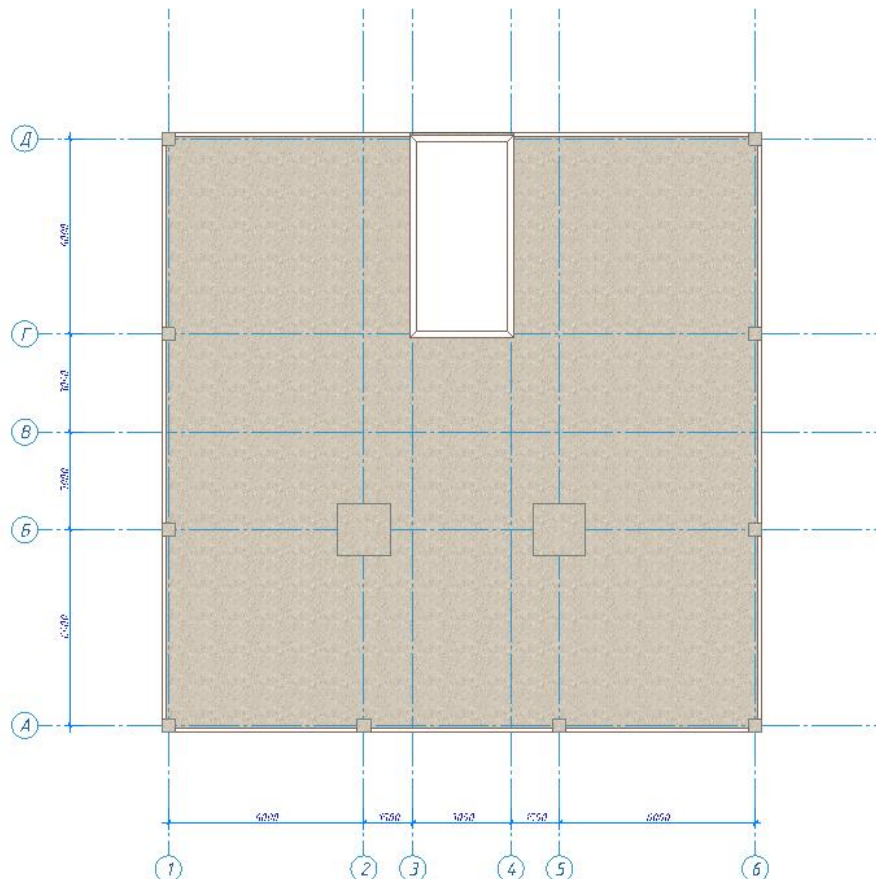

Рис.11.1. Расположение проема в плите перекрытия (вид сверху)
- Задайте прямоугольное отверстие для лестничной клетки в ядре жесткости, вводя последовательного пару точек вершин прямоугольника по диагонали слева вверху вниз направо (рис.11.1).